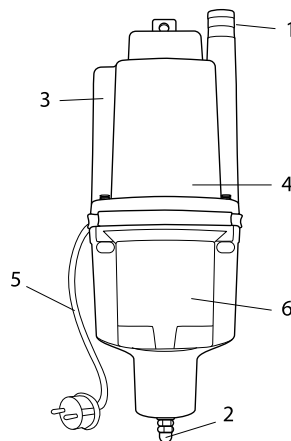

Рис. 1
1. Присоедините к выпускному штуцеру 1 (рис. 1) шланг и закрепите его хомутом, входящим в комплект или аналогичным. При необходимости присоедините насос к стальным или пластмассовым трубам, такое соединение следует выполнять только через промежуточный отрезок эластичного шланга длиной не менее двух метров.
2. Прикрепите к насосу капроновый шнур, используя проушины 3 (рис. 1) на корпусе насоса. Располагайте узел, закрепляющий шнур, таким образом, чтобы исключить засасывание свободного конца шнура в насос. Конец шнура рекомендуется оплавить. Для наращивания капронового шнура следует использовать аналогичный капроновый шнур, выдерживающий пятикратную массу насоса и шланга с водой. Допускается использовать стальной трос, соединяя его только через капроновый трос длиной не менее 5 м, или прочный резиновый эластичный жгут, длиной не менее 1 м, прикрепленный к насосу. Крепление стального троса непосредственно к проушинам насоса приводит к немедленному их разрушению и стиранию металла проушин. При установке насоса в неглубоких колодцах с длиной шнура менее 5 м крепление шнура к перекладине необходимо производить через пружинящую подвеску, так как насос должен свободно вибрировать. Жесткая установка приводит к выходу насоса из строя. Для пружинящей подвески могут быть применены полосы из мягкой резины, выдерживающие соответствующую нагрузку.